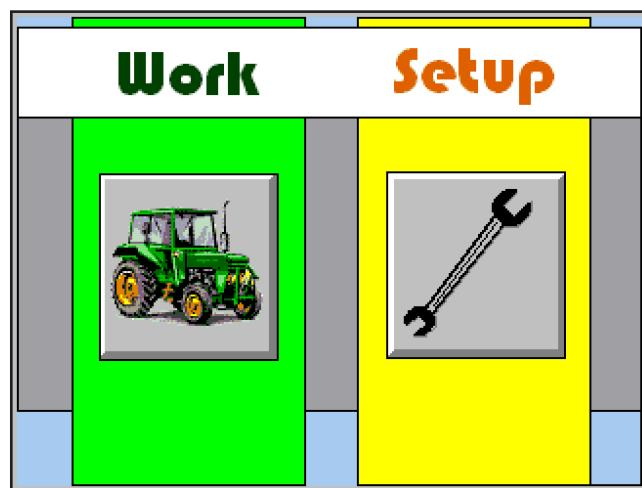

Fig. 2
- G)** Retourner au menu de sélection (Fig. 2).
- G)** Regresa al menú de selección de la modalidad (Fig. 2).
- G) Pulsante di apertura /chiusura delle zappe. Tenendo premuto il pulsante per alcuni secondi si attiva la modalità “oscillazione”, ovvero la zappa viene aperta e chiusa in modo continuo ad una frequenza impostabile mediante il riquadro (H) (lo sfondo del pulsante diventa giallo). Per disattivare l'oscillazione è sufficiente premere nuovamente il pulsante.
- I) Ritorna al menu di selezione modalità (**Fig. 2**).